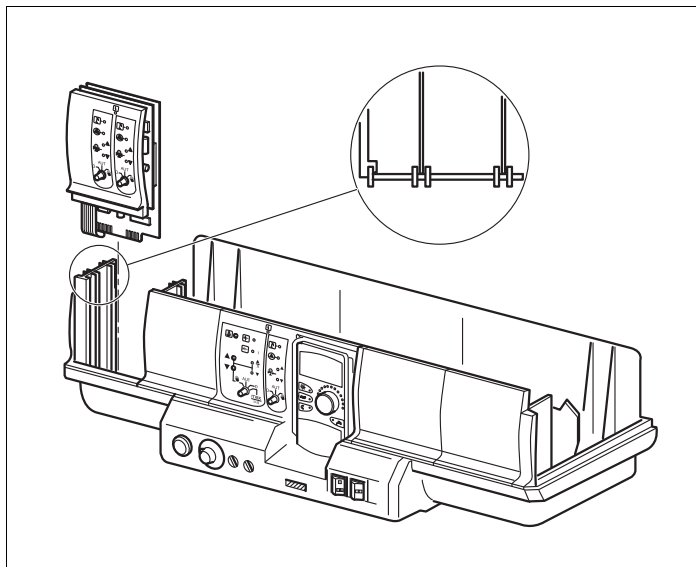

Рис. 20 Установка и демонтаж модуля
- Удалите заглушку из разъема 1 (→ рис. 20) в системе управления.
- Вставьте новый модуль до ощутимого защелкивания сверху в свободный разъем, нажимая на планку датчиков (→ рис. 20).
- Вставьте новый модуль до ощутимого защелкивания сверху в свободный разъем, нажимая на планку датчиков (→ рис. 20, стр. 35).